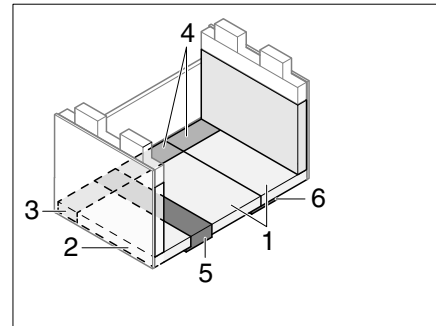

Fig. 209 Dopo la trasformazione
- Applicare i cuscini del divano, dello schienale e aggiuntivi come illustrato in Fig. 209.
- ▷ Per ottenere un maggior comfort in posizione distesa, si può rimuovere lo spessore dal cuscino dello schienale (Fig. 209,2).